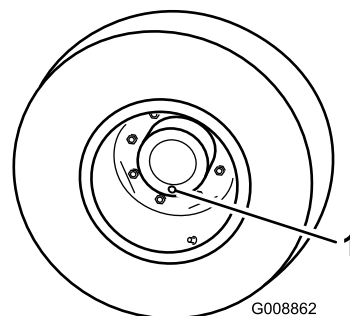

Figura 67
1. Coloque a máquina numa superfície nivelada e posicione a roda de forma a que o tampão de verificação/escoamento (Figura 67) se encontre na sua posição de seis horas.